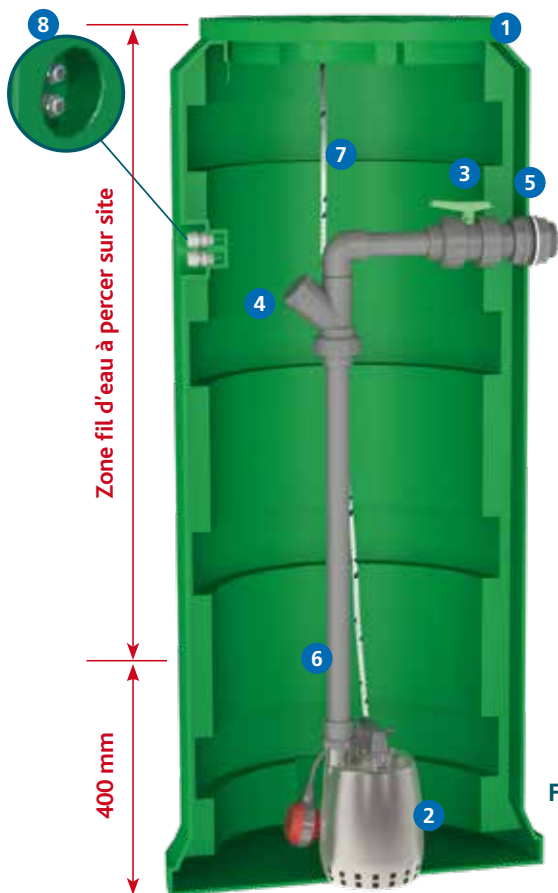

Fig.1
Monter le joint lèvres Ø 100 mm (Rep.11 - fig.1) et installer le coude PVC (Rep.10 - fig.1) en le tournant d'1/4 de tour afin d'envoyer l'effluent contre la paroi de la cuve pour éviter les remous.
Raccorder le tuyau PVC Ø 100 mm d'arrivée de l'effluent (non fourni) en le collant dans le coude PVC (Rep.10 - fig.1) avec la colle réf. COL (non fournie).
- Raccorder le kit de sortie (Rep.9 - fig.1) sur le poste en collant le raccord PVC du kit au passe paroi de sortie de poste avec la colle réf. COL (non fournie). Raccorder ensuite le tuyau de refoulement PVC ou PEHD Ø 40 mm (non fourni) sur le raccord compression du kit de sortie de poste.
- Pour créer une ventilation, percer la cuve à la scie cloche Ø 60 mm réf. SCH-60 (non fournie), monter le joint lèvres et le raccord (Rep.12 - fig.1) et raccorder le tuyau de ventilation Ø 50 mm (non fourni).
- Raccorder la prise mâle 230V-2P+T **Rep.13 - Fig.1** sur le câble de la pompe après avoir passer celui-ci dans le presse étoupe **Rep.8 - Fig.1**.
Ne jamais monter la prise 230V-2P+T **Rep.13 - Fig.1 à l'intérieur de la cuve, utiliser le connecteur RST3 **Rep.14 - Fig.1** pour allonger le câble d'alimentation si la distance de raccordement excède 20m. (voir raccordement d'étanchéité).**
Installation du connecteur RST3 **Rep. 13 - Fig.1** à l'intérieur du poste lorsque la distance de raccordement à l'alimentation électrique 230V + T excède 30 m.
- Vérifier que la boule du clapet anti-retour **Rep.4 - Fig.1** ne soit pas bloquée dans son logement par l'accumulation de matière, pour cela dévisser la partie haute du clapet et procéder à un contrôle visuel.